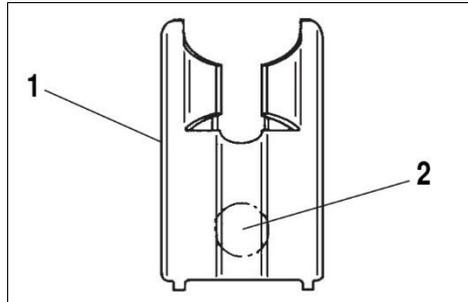

Abbildung 2: Codierung Clip
Der Clip (1) ist mittels Farbpunkt oder Farbstreifen (2) gekennzeichnet siehe Abbildung 2: Codierung Clip.